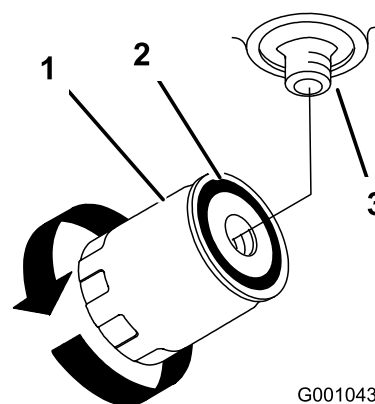

Figure 53
4. Appliquez une fine couche d'huile propre sur le joint en caoutchouc du filtre de rechange (Figure 53).
6. Remplissez le réservoir hydraulique jusqu'à ce que le liquide déborde du filtre. Tournez alors le filtre à huile dans le sens horaire jusqu'à ce que le joint en caoutchouc vienne toucher l'adaptateur du filtre. Serrez ensuite le filtre de 1/2 tour supplémentaire (Figure 53).